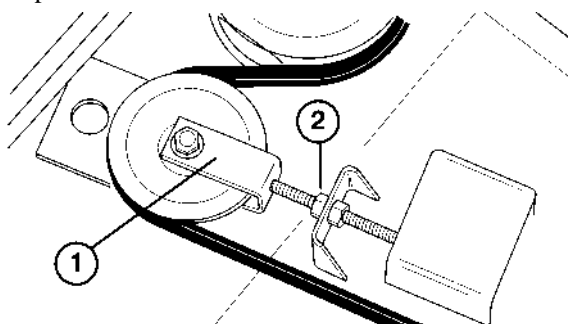

Figure 64
3. Pour effectuer le réglage, desserrer les écrous de blocage (Fig. 64) et étendre le bras de tension jusqu'à ce que les rebords des boulons à épaulement se trouvent à 3 mm de l'extrémité poulie de tension des fentes (Fig. 63).
2. Desserrer les écrous de blocage qui fixent la plaque de tension jusqu'à ce que le ressort de compression de l'ensemble poulie soit détendu (Fig. 64).
2. Déposer les capots de l'unité et détendre toutes les courroies (Fig. 64).